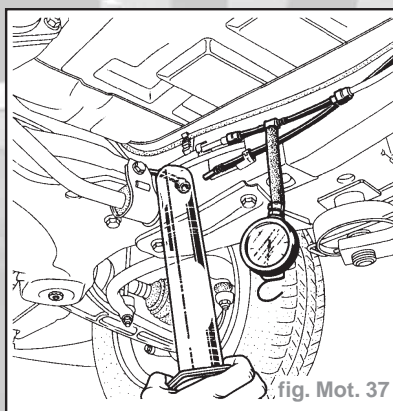

fig. Mot. 37
- Brancher sur le raccord rapide un bout de canalisation semi-rigide $\varnothing 8$ et le prolonger dans une éprouvette **0-2000 ml** (fig. Mot. 37).